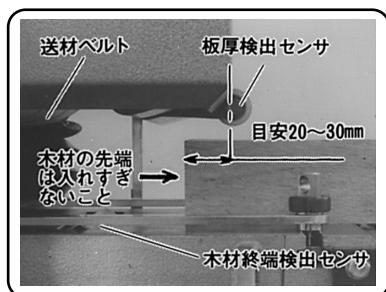

図 10
木材終端検出センサ(図10参照)に切りくずなどがたまると、誤動作の原因となりますので切りくずがたまつたときは取除いてください。
木材の先端を図10のように板厚検出センサより20～30mm（目安）入れ、操作パネルの を押すか、またはフットスイッチの を踏み、ヘッドを下降させます。
(図10)
- ② 木材の板厚検出をします。(図10)
- ③ 操作パネルの 1回スイッチを押すと、送材ベルトが回転します。
- ④ 木材を押し、送材させます。
- ⑤ 木材が自動反転して切削され戻ります。